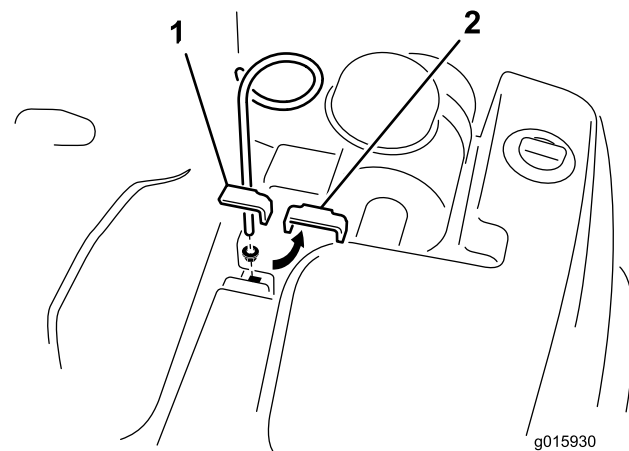

Figura 6
1. Retire el perno, la arandela y la tuerca que sujetan la abrazadera superior del depósito hidráulico al bastidor (Figura 6). Retire y deseche la abrazadera, el perno, la arandela y la tuerca.
2. Instale la guía de las mangueras con la tuerca con arandela prensada suministrada. Posicione la guía de las mangueras según se muestra en Figura 6.